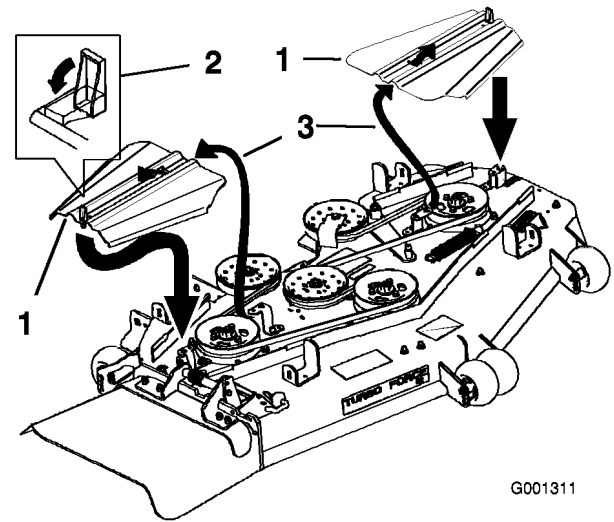

Figure 51
10. Posez les couvercles de courroie et fermez les verrous (Figure 51).